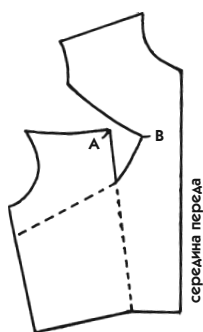

Рис. 522
5. Для завершения опыта закройте вытачку от талии и вы увидите, как оба края новой вытачки раздвигнутся, оставляя достаточно места для шва (рис. 522).